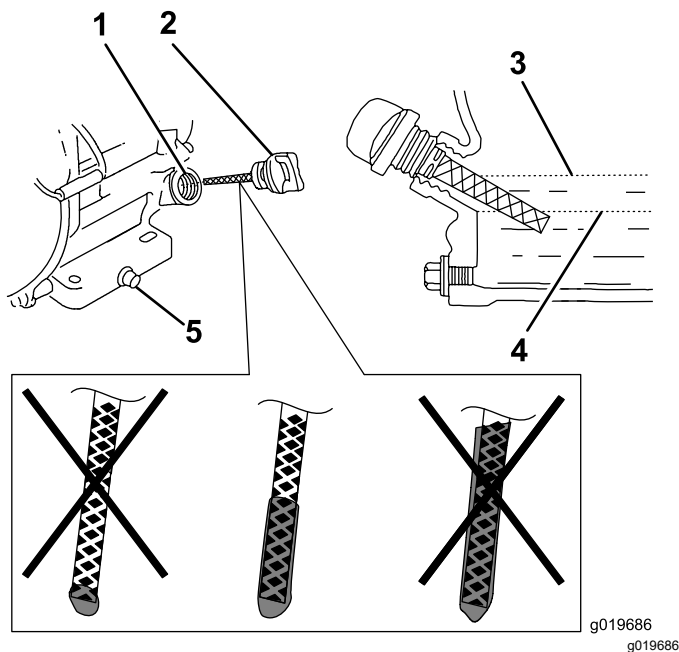

Bild 11
6. Nehmen Sie den Peilstab heraus und prüfen Sie den Motorölstand (Bild 11).